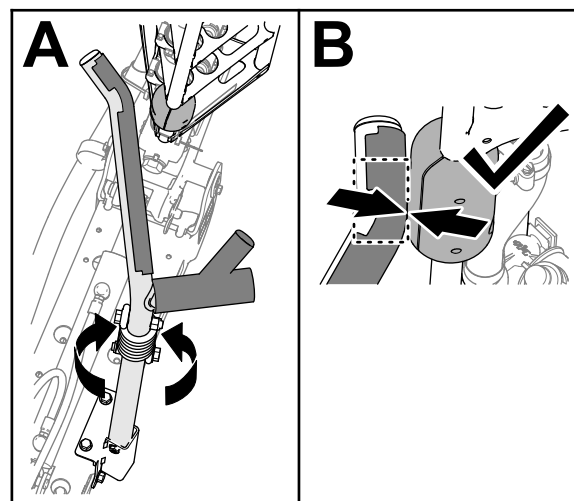

Figura 112
4. Rotii ansamblul suportului până când îndoitura din tubul suportului se aliniază cu blocul glisant de pe tubul superior al braului extern (Figura 112)
Notă: Blocurile trebuie să contacteze suportul la îndoitura din tubul suportului superior (Figura 112).